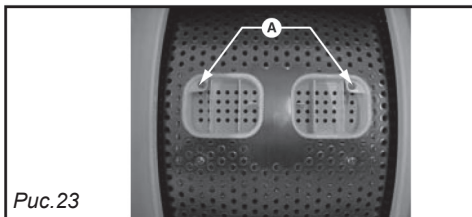

Рис. 23
- Открутите и извлеките 2 винта **A** (головка типа TORX T20), заслонка упадет в барабан. Для смягчения падения подложите полотенце (Рис. 23).